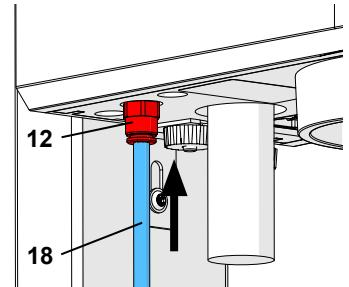

Abb. 5-a
**!** Bei früheren Geräten ist der Eingangsfilter (13) außerhalb des Geräts angeordnet (Abb. 5-b). In diesen Fällen den Druckluftschlauch (18) in den in Eingangsfilter (13) einschieben. Dabei ist ein leichter Widerstand spürbar zu überwinden.